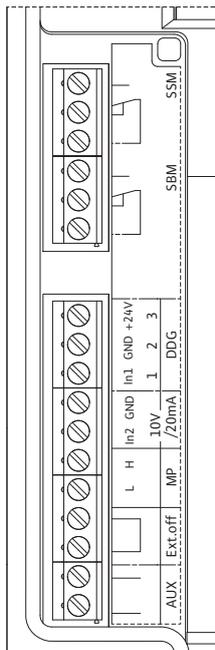

Fig. 32: Morsetti di comando
- Morsetti di comando (Fig. 32)